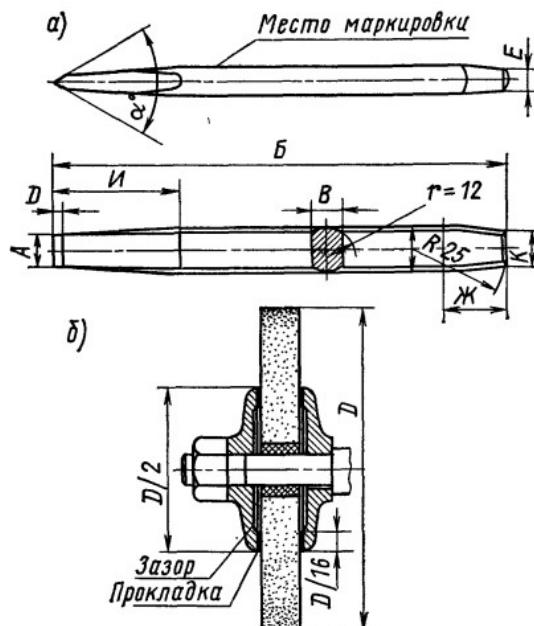

Рис. 4. Заточка зубила:
4. На эскизе слесарного зубила (рис. 4, *a*) пользуясь табл.1, проставьте вместо букв соответствующие размеры, приняв ширину режущей кромки зубила *A* = 20 мм.